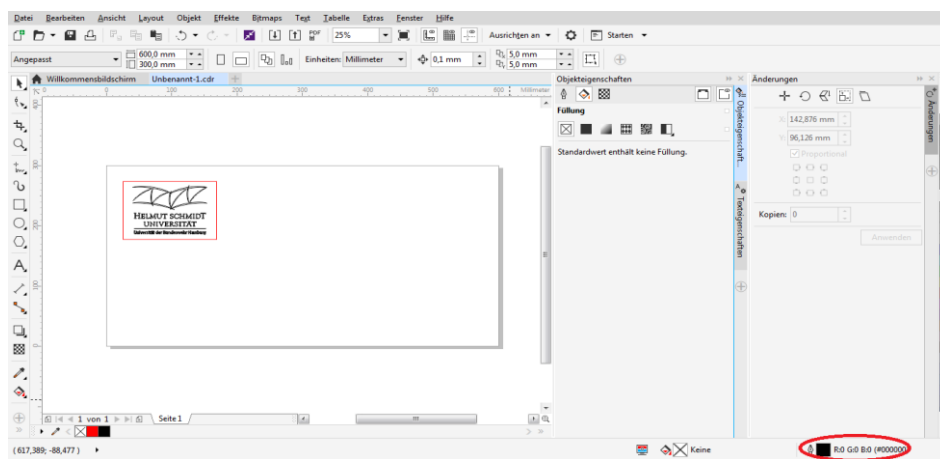

Abbildung 2: Benutzeroberfläche in CorelDraw (mit Button für **Einstellungen der Formen**)
3. Das in Punkt (2) erwähnte Display der Belüftungseinrichtung auf Fehler prüfen.
5. Digitale Vorlage in CorelDraw erstellen oder Laden. Dabei auf die farbliche Darstellung der Objekte achten. Linien müssen als „Haarlinie“ definiert werden und rot gefärbt sein um ausgeschnitten zu werden. Das Rot muss im RGB Farbraum in den Optionen als 255-0-0 festgelegt werden. Schwarze Flächen oder Linien die keine „Haarlinien“ sind, werden graviert. Die **Farbeinstellungen und Eigenschaft „Haarlinie“ können durch markieren der Linie/Fläche und Rechtsklick auf den rot markierten Button** in Abbildung 2 geändert werden.